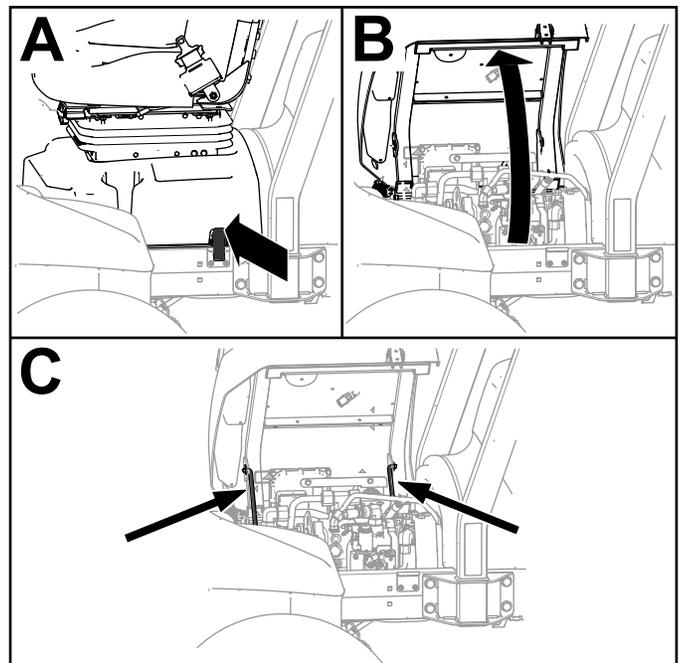

Figura 64
1. Desenganche la base del asiento (Figura 64, A).
2. Incline el asiento y la base para abrirla (Figura 64, B).
3. Coloque las varillas de sujeción (Figura 64, C).